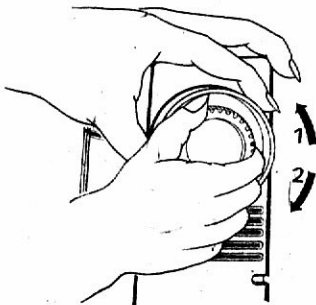

Abb. 13 Fig. 13 Afb. 13
**11.1. Auslösen des Handrades (Abb. 13) ★ Déclenchement (débrayage) du volant (Voir fig. 13) ★ Loskoppeln van het handwiel (afb. 13)**